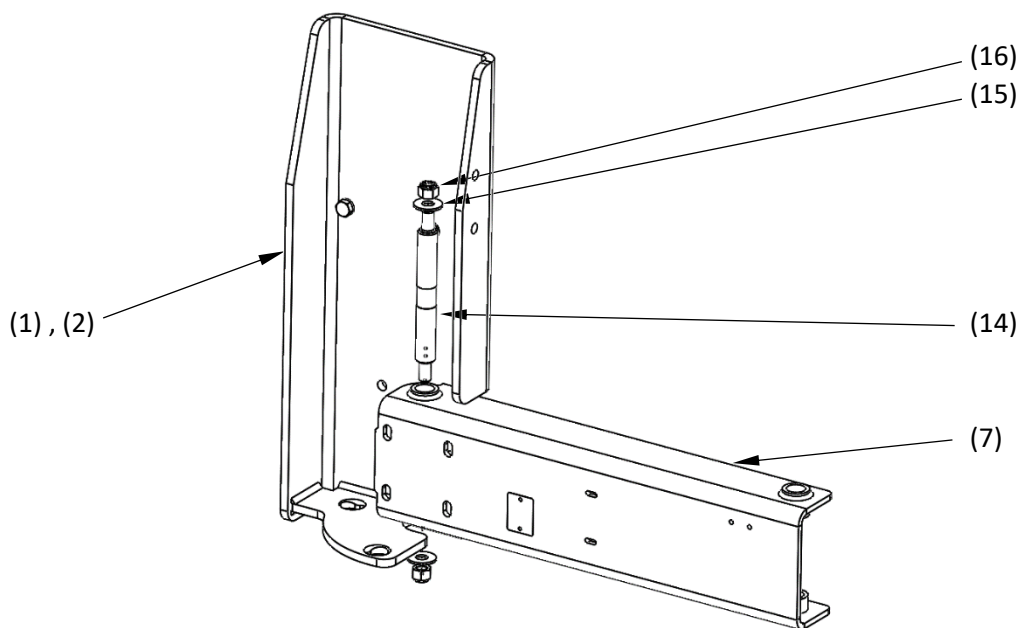

Figure 8
3. Fixer chaque platine (Rep 1 et 2) sur le longeron avec 10 vis **M14 classe 10.9** minimum. Puis fixer les équerres (Rep 3) (voir figure 8) sur les platines en les plaquant sous les longerons. Serrer toutes les vis au couple suivant le tableau 1 (kit de visserie M14x60 classe 10.9 réf : **29.4547001** fourni en option).